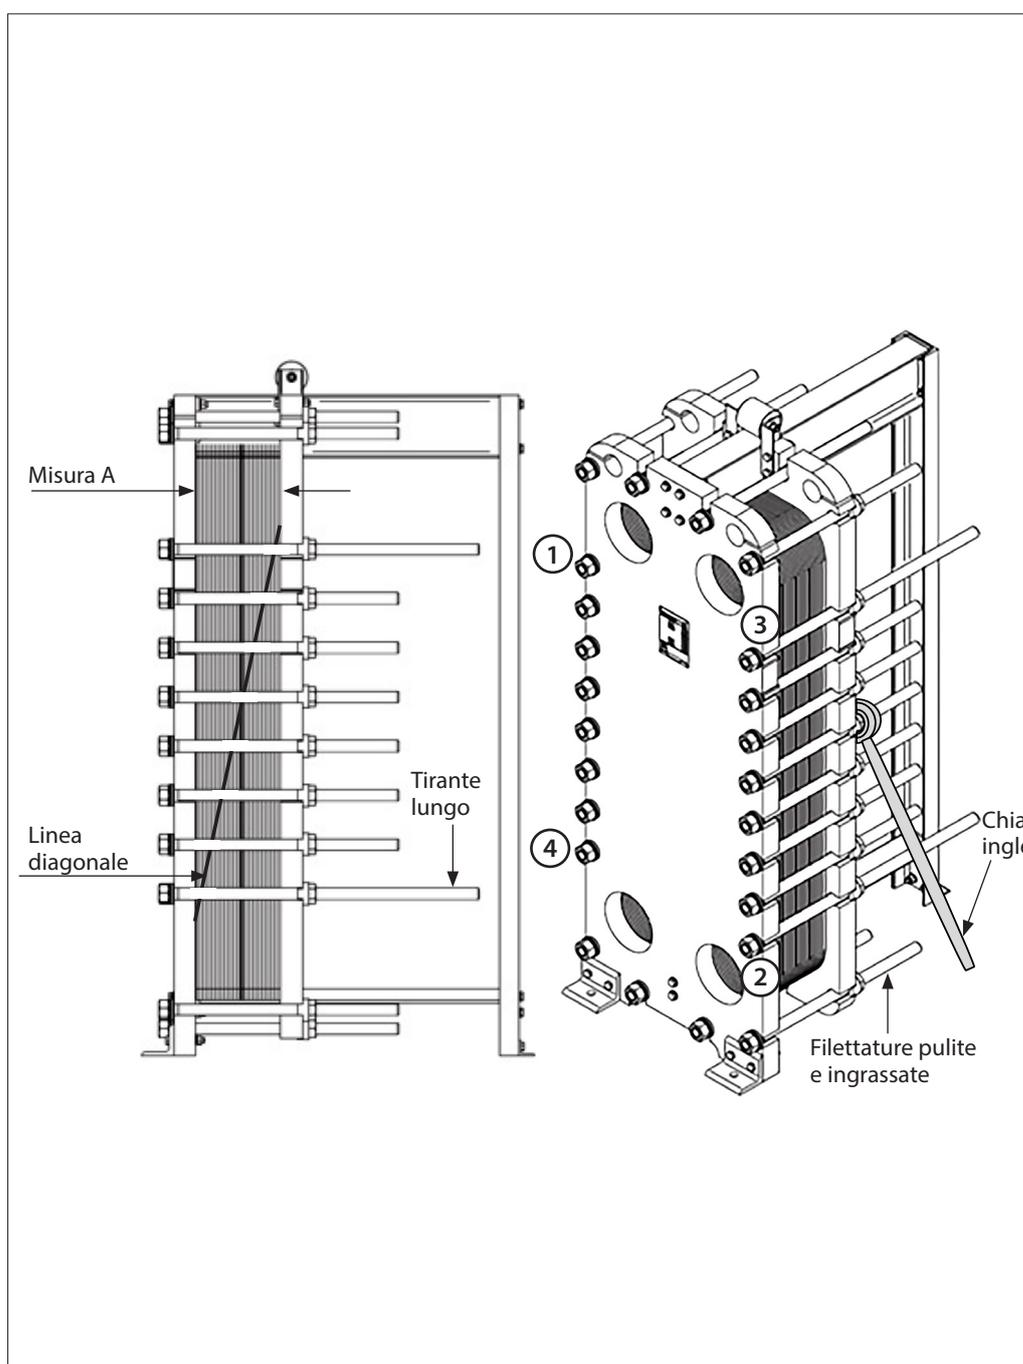

Fig. 10. Apertura dello scambiatore di calore a piastre
- Contrassegnare il gruppo piastre prima dell'apertura, ad esempio tracciando una linea diagonale (vedere fig. 10) o numerando ogni singola piastra in sequenza
- Allentare uniformemente i tiranti secondo l'ordine dei numeri 1, 2, 3, 4 (fig. 10) in modo tale che il follower abbia un movimento di apertura parallelo